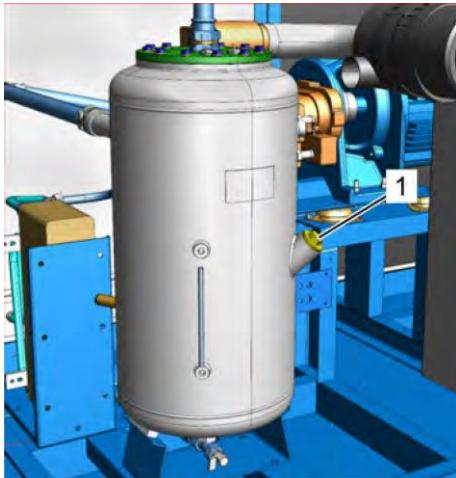

Рис. 39: Резьбовая пробка наливного отверстия
6. → Отверните резьбовую пробку наливного отверстия (Рис. 39/1), извлеките ее и проследите за тем, чтобы не потерялось уплотнительное кольцо.
9. → Вставьте резьбовую пробку наливного отверстия (Рис. 39/1) и затяните ее «Приложение «Моменты затяжки винтов» на странице 110.